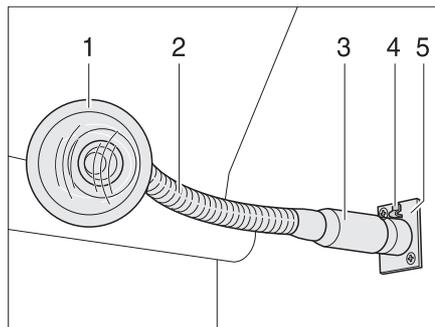

Bild 69 Steckdose mit eingesteckter Leuchte
- Steckleuchte am Fuß (Bild 69,3) fassen.
- Entriegelungsknopf (Bild 69,4) drücken.
- Steckleuchte (Bild 69,1) aus der Steckdose (Bild 69,5) ziehen.
- Steckleuchte am "Schwanenhals" (Bild 69,2) (sofern vorhanden) oder am Gehäuse fassen und schwenken.